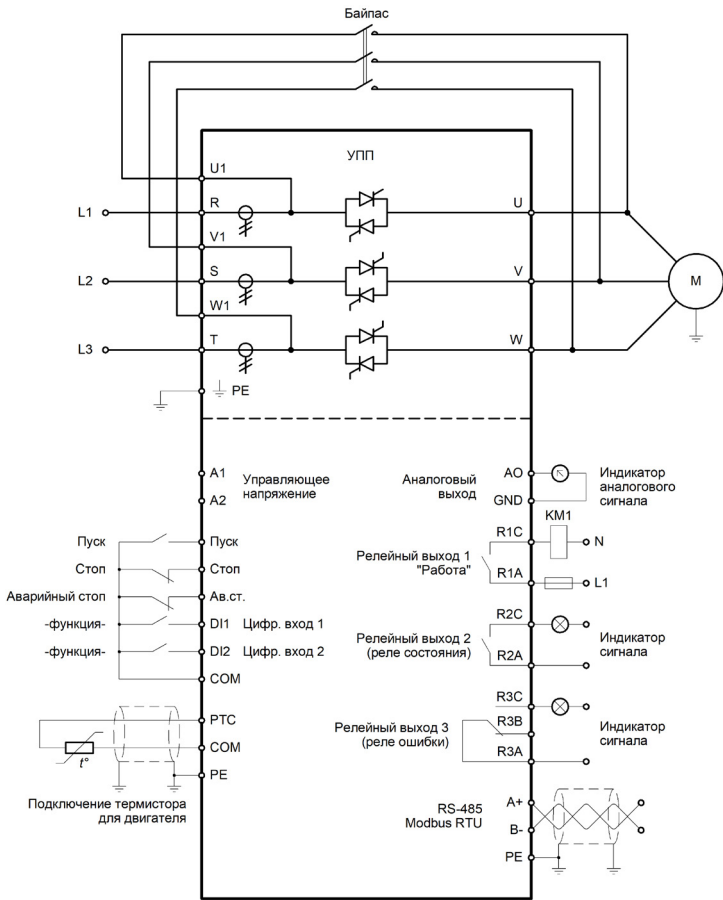

Рисунок 3 – Схема подключения клемм устройства плавного пуска серии SSIP
2. Подключите клеммы согласно схеме (см. рис. 3, 4 или главу 3 Руководства по эксплуатации). Обратите внимание, что в серии SSIP установка внешнего обводного контактора обязательна.